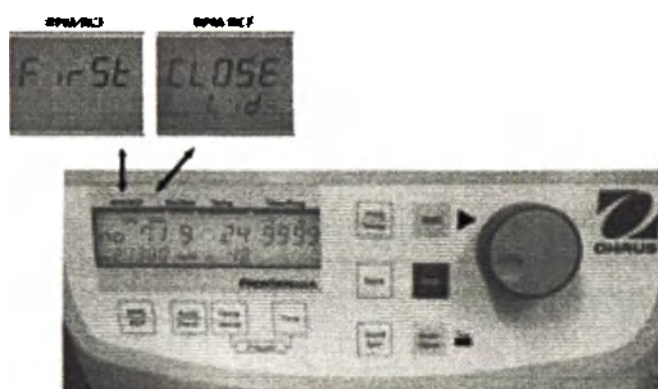
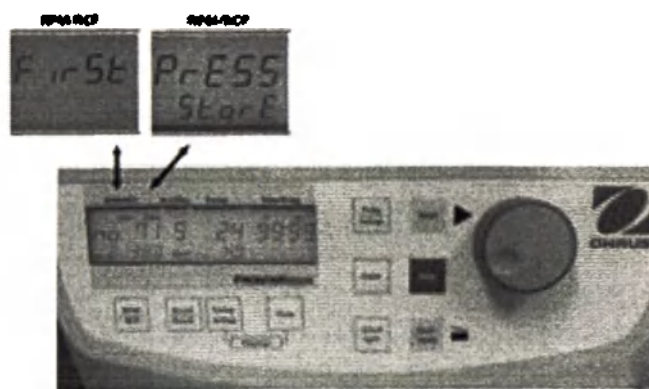

Рис. 23
Рис. 24
Закройте крышку центрифуги. Установите все параметры центрифугирования, как было описано выше. Если крышка не закрыта, при попытке сохранения программы в поле экрана **RPM/RCF** (A-1) будут поочередно отображаться сообщения **First** и **CLOSE Lid** (см. рис. 23). При попытке запустить процесс центрифугирования без сохранения программы в поле экрана **RPM/RCF** (A-1) будут поочередно отображаться сообщения **First** и **PrESS Store** (см. рис. 24).
Для того чтобы сохранить программу в памяти, нажмите кнопку **Store** (12) (см. рис. 23 и 24) и удерживайте ее приблизительно 1 с. При успешном сохранении программы в поле **RPM/RCF** (A-1) появится сообщение **Store**. Одновременно погаснет слово **programm** (M10).